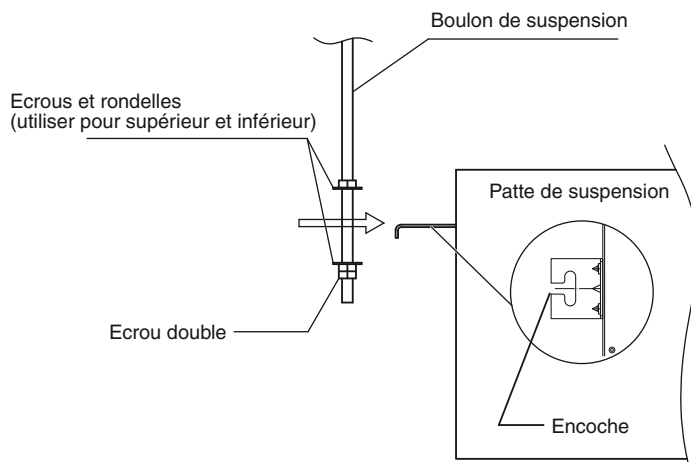

Fig.3-5
- (3) Monter les 3 écrous hexagonaux et les 2 rondelles (fourniture sur site) sur chacun des 4 boulons de suspension (Figs. 3-5 et 3-6). Utilisez 1 écrou et 1 rondelle pour la partie supérieure et 2 écrous et 1 rondelle pour la partie inférieure de sorte que l'unité ne tombe des pattes de suspension.